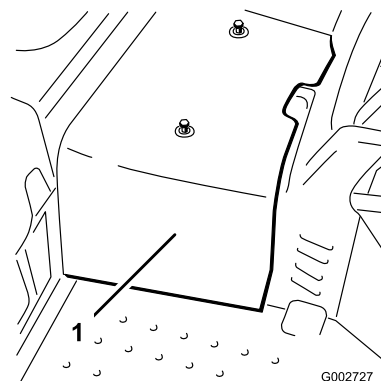

Figura 40
2. Allentate le 2 viti che fissano la protezione centrale alla macchina, e togliete la protezione (Figura 40).